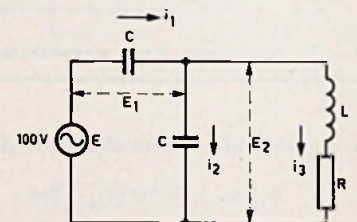

Fig. 3
3. In de schakeling van fig. 3 is de weerstand R gelijk aan 100Ω . Bij de frequentie van de spanningsbron E zijn de reacties van de spoel L en van de beide condensatoren C eveneens 100Ω . De effectieve waarde van de spanning E is 100 volt.
a. De gevraagde spanningen en stromen zijn in fig. 3 aangegeven met E_1 , E_2 , i_1 , i_2 en i_3 . In fig. 4 is het hierop betrekking hebbende vectordiagram